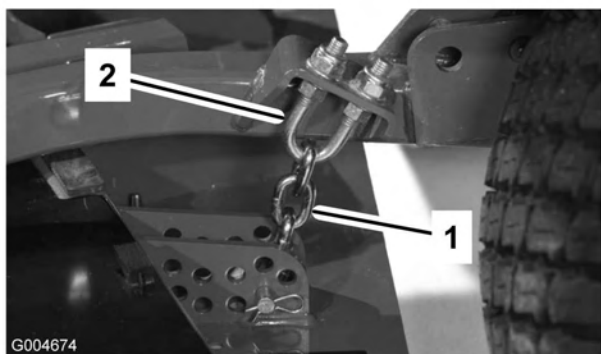

Figura 78
1. Afloje las contratuercas de la parte superior o inferior del perno en U de la cadena de altura de corte (Figura 78).